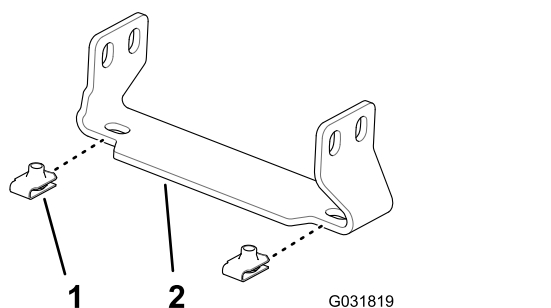

Рисунок 149
1. Установите 4 гайки с зажимами (номер 94-2413 по каталогу Toro) на два опорных кронштейна кожуха средней секции (номер 131-3703-03 по каталогу Toro), как показано на Рисунок 149.